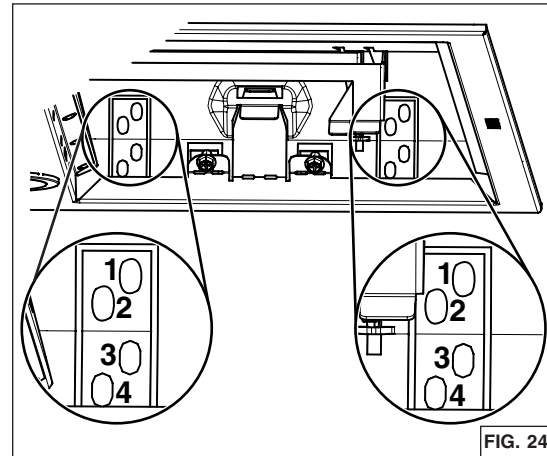

FIG. 24
3. Lever la hotte jusqu'à ce que son rebord s'appuie sur la base de l'armoire. Fixer la hotte à l'armoire à l'aide de 4 vis à bois n° 8 x 5/8 po incluses dans le sac de pièces (2 vis par côté). Utiliser les trous supérieurs ou inférieurs (1, 2, 3 ou 4) (FIG. 24).